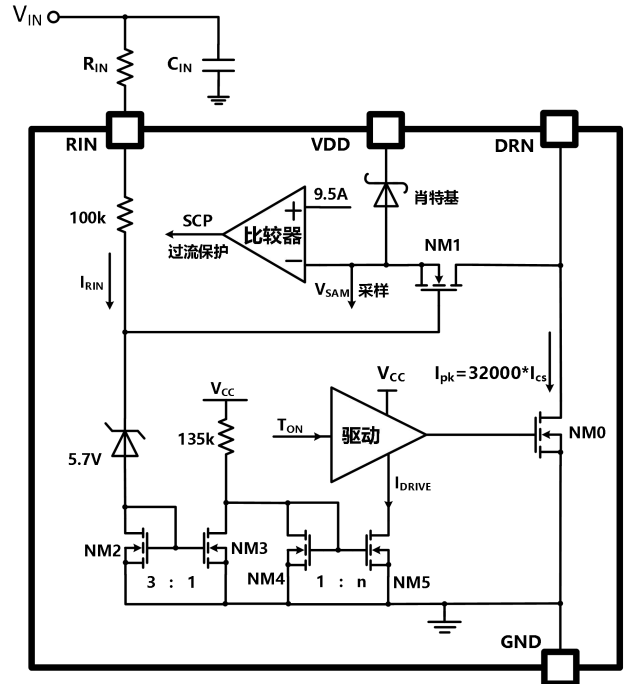

图 7.3.1 启动与关断速度
如图 7.3.1 所示，VPS2103 的 R_{IN} 引脚与变换器输入 V_{IN} 之间连接电阻 R_{IN}，该电阻有三个作用：①、为内部启动管 NM1 提供偏置电流；②、编程内部功率 MOS 管 NM0 的关断速度；③、前馈补偿功能。